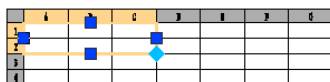

图 7.3.7 选取单元
Step6. 合并单元。选取图 7.3.7 所示的单元。在左上角的单元中单击，按住 Shift 键不放，在欲选区域的右下角单元中单击；右击，在系统弹出的快捷菜单中选择 **合并** → **全部**